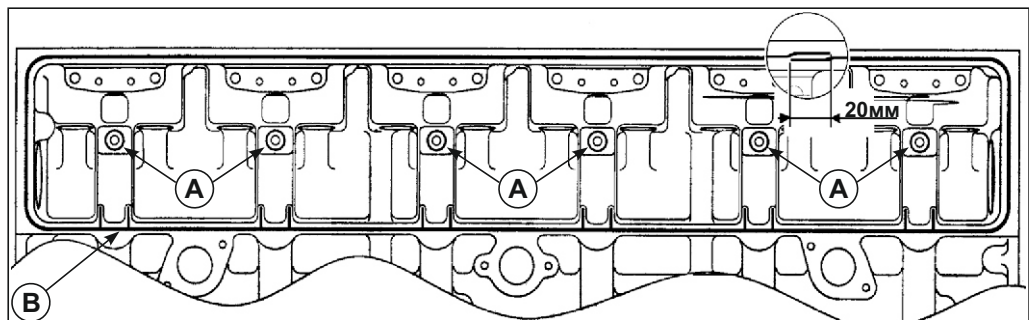

Рис. 114. Установка боковой пластины.
4. Нанести герметик "Силикон САФ 44" (возможно использование герметика "Локтайт-5910" или других марок на силиконовой основе), как указано на Рис. 114 в местах (В); в местах (А) вокруг отверстий крепления нанести герметик "Локтайт-518".